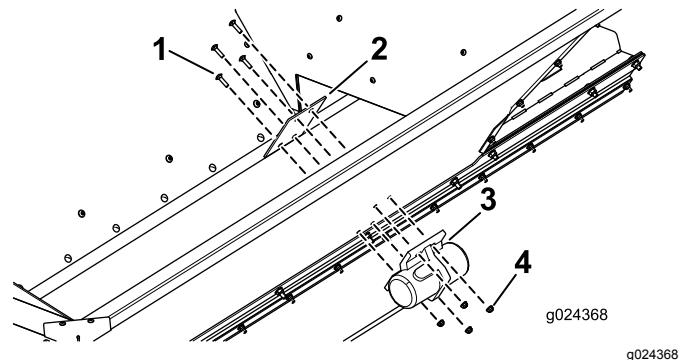

Bild 19
- Befestigen Sie die Befestigungsplatte und den Rüttler mit vier Schlossschrauben und vier Muttern am Fahrzeug, wie in Bild 19 abgebildet.